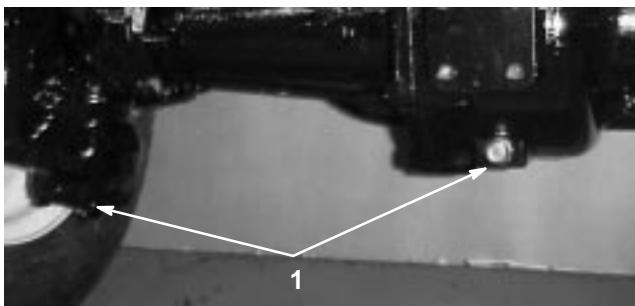

Figure 53
2. Nettoyez la surface autour des 3 bouchons de vidange, 1 à chaque extrémité et 1 au centre (Fig. 53).
3. Enlevez les (3) bouchons de contrôle du niveau d'huile et le bouchon d'aération du pont principal pour faciliter la vidange de l'huile.